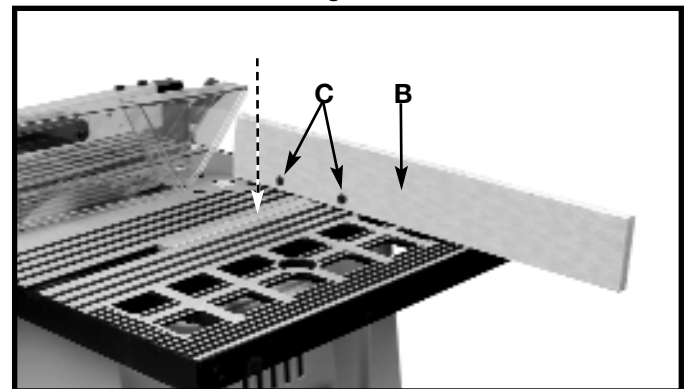

Fig. 39A
Para brindar seguridad y conveniencia adicionales, el calibre de ingletes (A) se puede equipar con un refrentado de madera auxiliar (B), de la manera que se muestra en la Fig. 39A, que debe ser al menos 1 pulgada más alto que la profundidad de corte máxima y debe sobresalir 12 pulgadas o más a un lado o al otro, dependiendo de qué ranura para el calibre de ingletes se esté utilizando. Este refrentado de madera auxiliar (B) se puede sujetar a la parte delantera del calibre de ingletes utilizando dos tornillos para madera (C) a través de los agujeros provistos en el cuerpo del calibre de ingletes e introduciéndolos